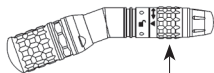

Figure 5
1. Tourner le manchon de verrouillage de l'accessoire pour aligner la flèche avec le symbole de déverrouillage (Figure 5).